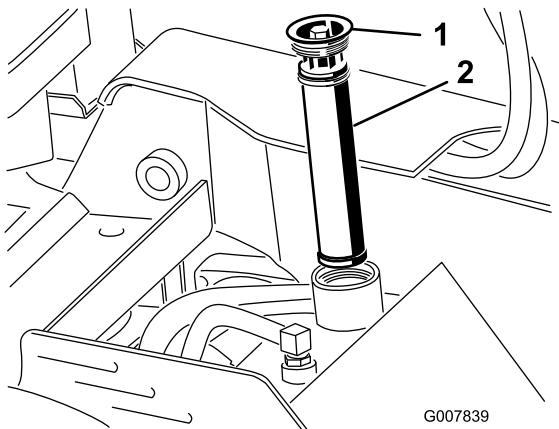

Figura 57
5. Retire y deseche el filtro usado (Figura 57).
6. Instale el tapón de llenado y el filtro hidráulico nuevo (Figura 57) y apriete el perno a 13-15,5 N·m.
6. Retire el tapón de llenado del depósito hidráulico y el filtro (Figura 57).
12. Instale el filtro hidráulico y el tapón de llenado (Figura 57) y apriete el perno a 13-15,5 N·m.